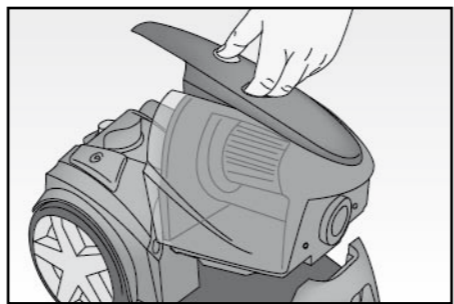

Fig. 6
- Premere il pulsante di sblocco (4) e contemporaneamente estrarre il contenitore della polvere (7) per mezzo dell'apposita impugnatura (5) (Fig. 6).